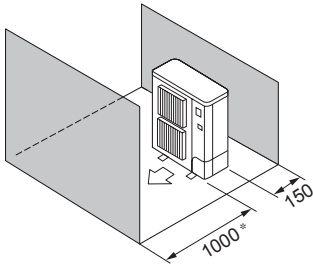

Fig. 2-7
- ⑤ Hindernisse auf der Vorder- und Rückseite (Fig. 2-7)